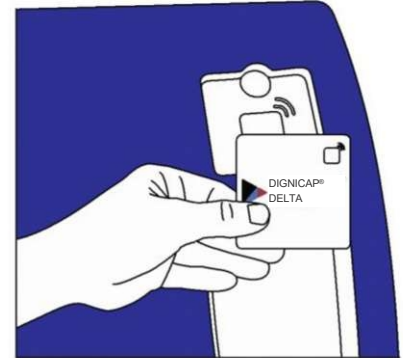

Figure 11. DeltaCard et lecteur
1. Lorsque l'appareil le demande, placer la carte DeltaCard sur le lecteur de cartes. Il est situé en-haut avec un symbole NFC (figure 11). Appuyer sur la touche BACK permet de revenir à l'écran de départ.